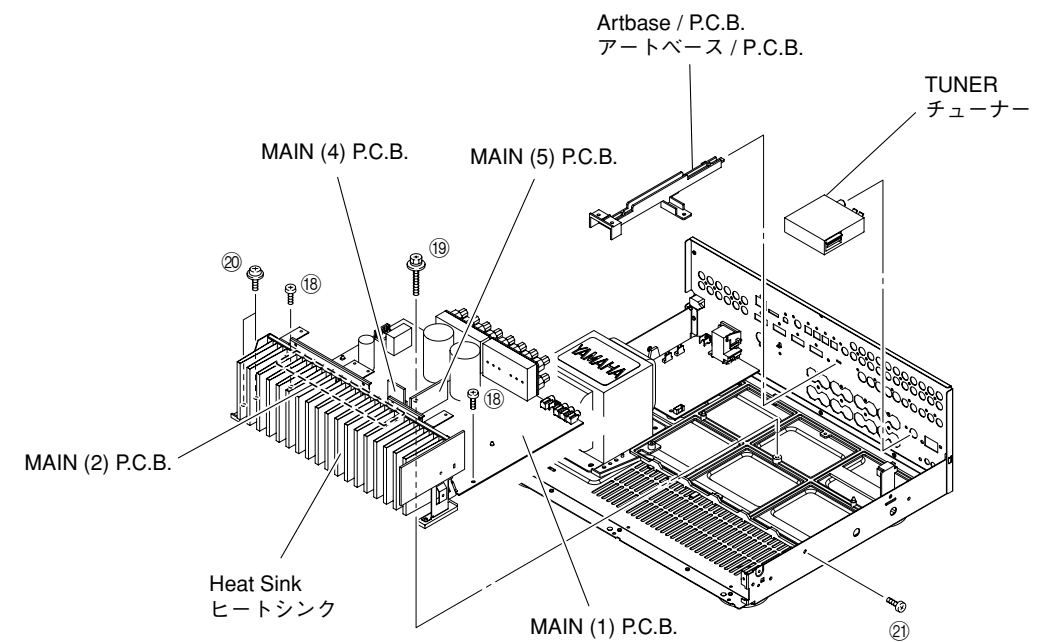

Fig. 5
- b. Remove the TUNER. (Fig. 5)
- b. TUNERを取り外します。(Fig. 5)
**10. Removal of MAIN (1), (2), (4) and (5) P.C.B.s**
- a. Remove the Artbase/P.C.B.. (Fig. 5)
- b. Remove 2 screws (18), 1 screw (19), 2 screws (20) and 1 screw (21). (Fig. 5)
- e. Remove MAIN (1), (2), (4) and (5) P.C.B.s together with the Heat Sink. (Fig. 5)
- a. アートベース/PCBを取り外します。(Fig. 5)
- b. ⑱のネジ2本、⑲のネジ1本、⑳のネジ2本、㉑のネジ1本を外します。(Fig. 5)
- e. MAIN(1)、(2)、(4)、(5)P.C.B.をヒートシンクと一緒に取り外します。(Fig. 5)